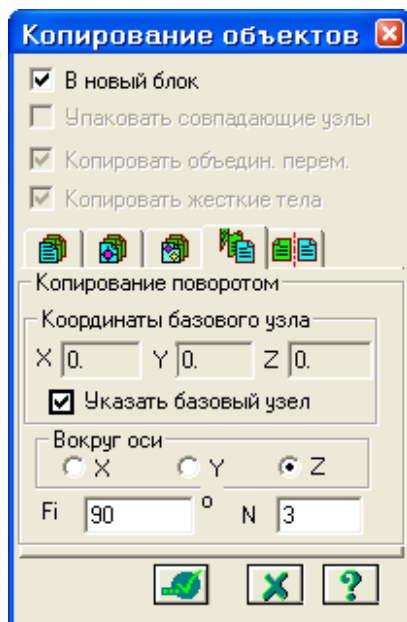

Рис.5.12. Диалоговое окно Копирование объектов
- В этом окне перейдите на четвертую закладку **Копирование поворотом** (рис.5.12) и задайте параметры копирования: